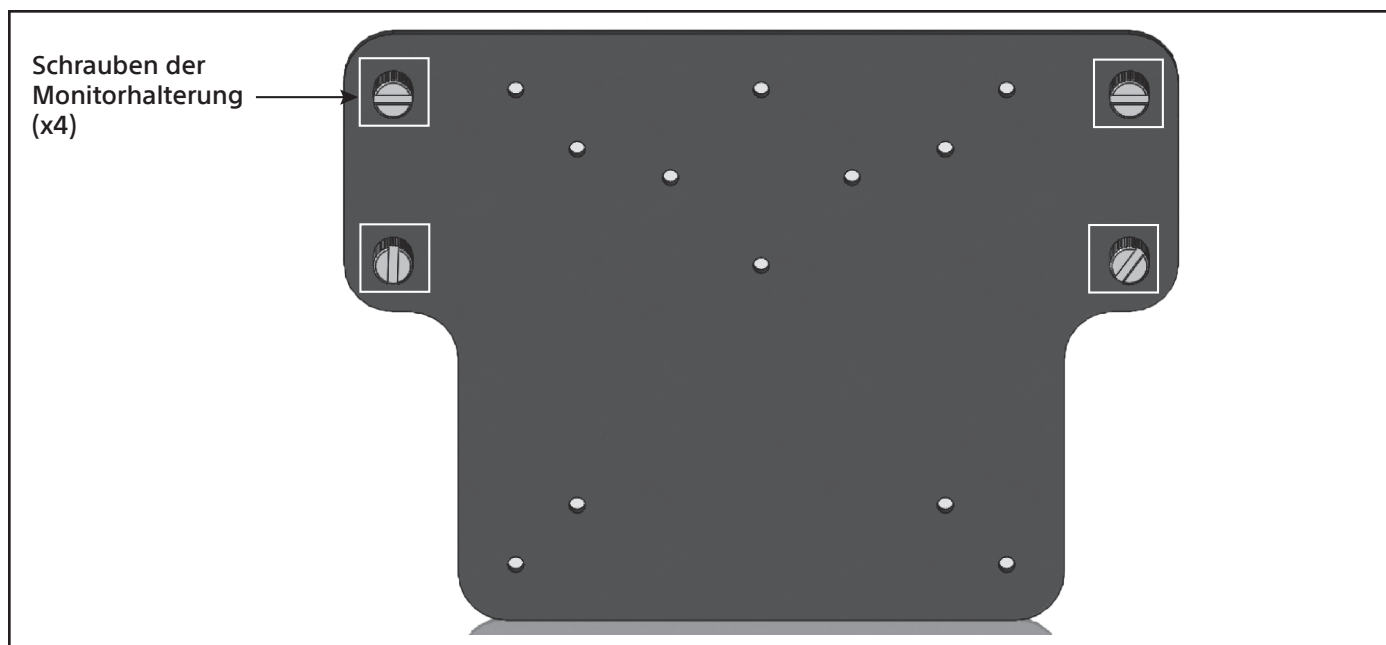
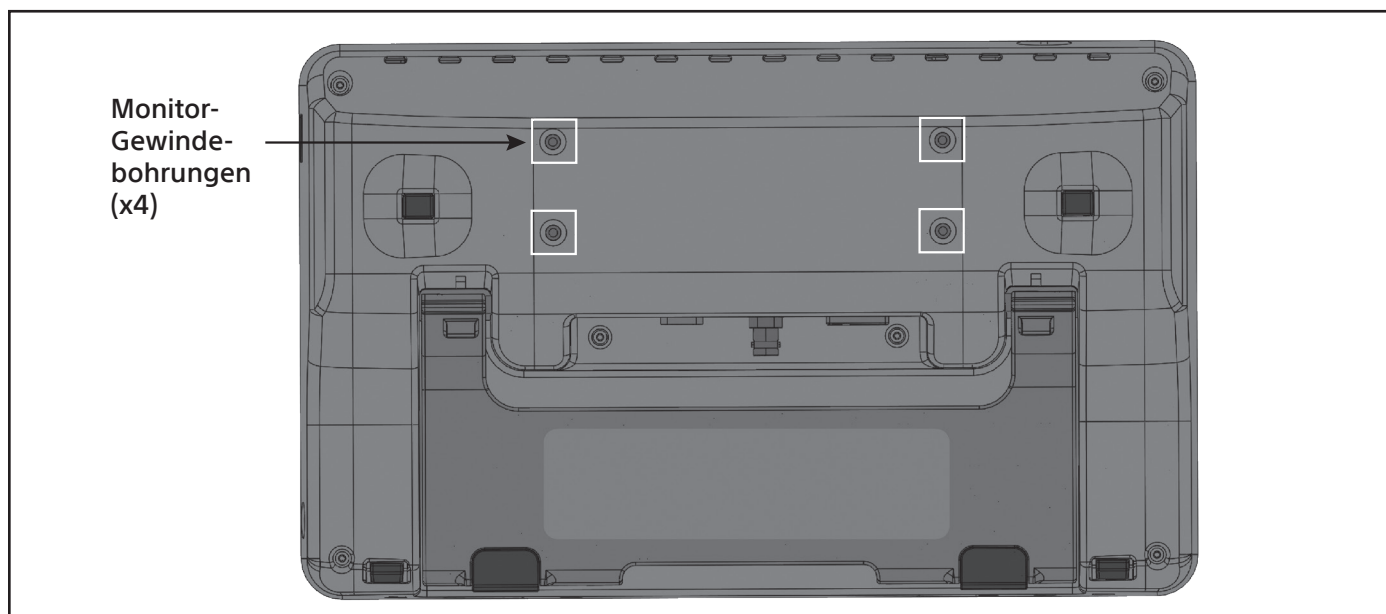

Abbildung 19: Ausrichten der Schrauben der Monitorhalterung
Abbildung 20: Monitor-Gewindebohrungen
4. Richten Sie die Schrauben der Monitorhalterung (Abbildung 19) an den Gewindelöchern auf der Rückseite des EXALT-Monitors aus (Abbildung 20).